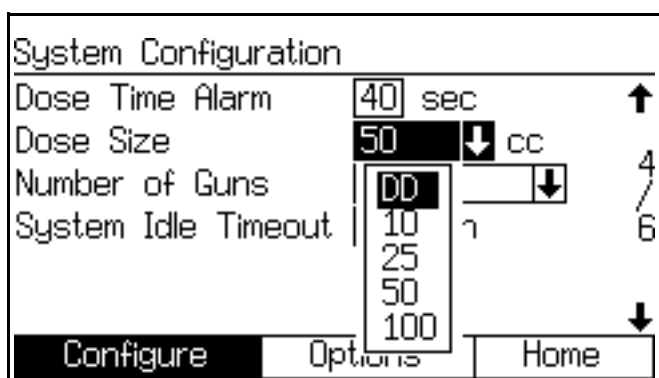

ABB. 107. Konfigurationsbildschirm 4, Dynamische Dosierung ausgewählt
2. Wechseln Sie zu Systemkonfigurationsbildschirm 4. Wählen Sie im Dropdown-Menü "DD" für die "Dosiergröße". ABB. 107.